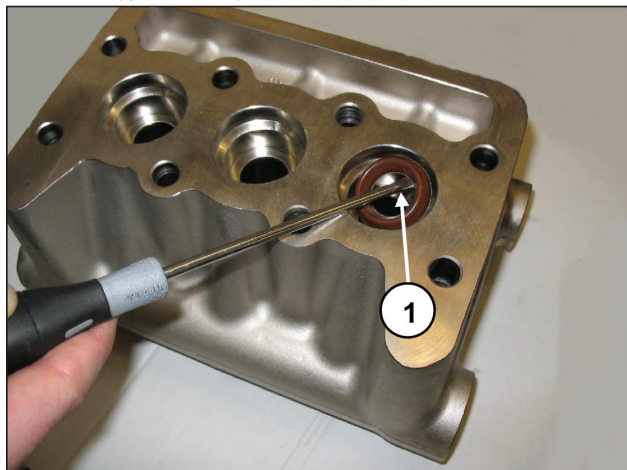

图30
C) 使用如图30, 部件号①中所示的简单工具, 从相对支撑件中提取来自头部的高压密封件和来自相对支撑件的低压密封件, 注意不要损坏各自的底座。